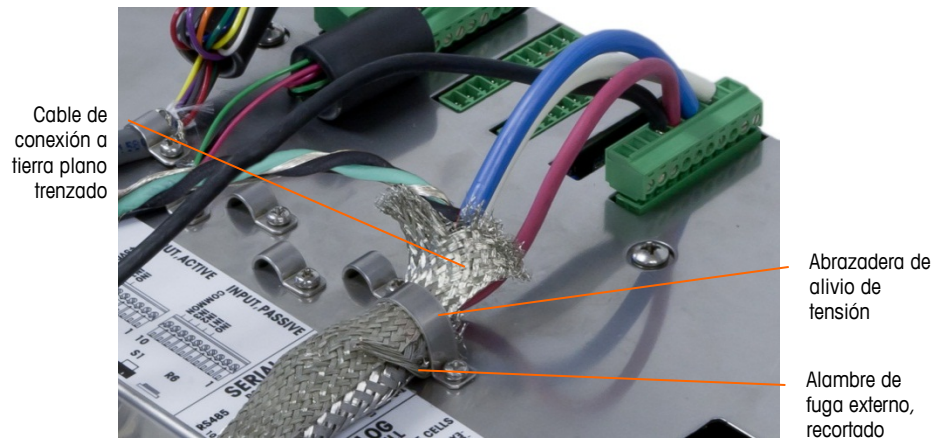

Figura 2-68: Terminación del cable trenzado externo del cable de conexión POWERCELL PDX, caja para montaje en panel
- b. Deslice hacia adelante la trenza externa para cubrir la trenza interna y la lámina de aluminio. Extraiga el cable de fuga de energía externo hacia atrás sobre la trenza externa y recórtelo aproximadamente a 25 mm (1 pulgada). Coloque el cable de tierra trenzado plano alrededor del cable de conexión y el cable de fuga de energía antes de asegurar finalmente todo en la cubierta posterior del IND780 con la abrazadera grande para cable de alivio de tensión incluida con la unidad (Figura 2-68). El otro extremo del cable trenzado plano se termina en la barra de conexión a tierra.